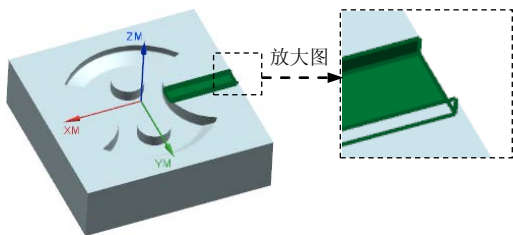

图 21.13 指定切削区域面
Step2. 在图形区中选取图 21.13 所示的面（共 3 个）为切削区域，然后单击“切削区域”对话框中的 **确定** 按钮，系统返回到“剩余铣”对话框。